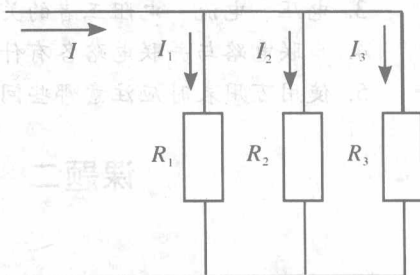

图 1.1.8 电阻的并联
(2) 电阻的并联。在生产和生活中使用的许多用电器都是并联的。并联也是电路连接的基本方式之一，家用电器如电灯、电冰箱、电视机都是并联在电路中的，这样才可能分别使用它们，测量电压的电压表也是并联在待测电路两端的，如图 1.1.8 所示。